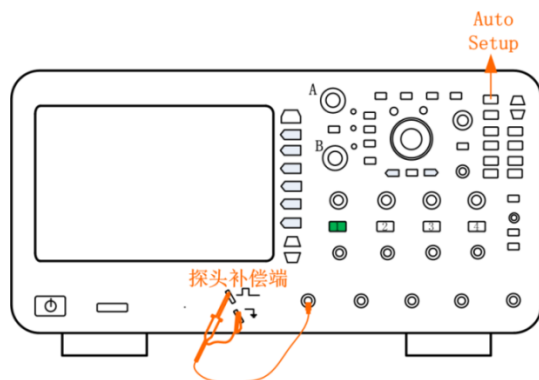

图 5.3 探头连接
(2) 恢复默认状态后，可接入信号，使用普通无源探头与面板上的“探头补偿端”进行连接，如下图 5.3 所示。
使用 ZP1050 型号的探头（由于公司探头会不断地更新升级，最终以实际标配的实物为准），示波器自动识别衰减档位 X10 档，比率为 10:1（无 X1 档），接入示波器中（将探头母头 BNC 端对准示波器通道 CH1 BNC 插头，按下向右旋转即可，同时将探头的探钩接到示波器探头补偿端接口，鳄鱼夹接地），具体如图 5.3 所示。
注：若探头接入的不是CH1 而是CH2、CH3 或CH4，则按下面板上的【1】软键，软键变灰则关闭通道1、按下【2】、【3】或【4】软键则打开相应通道则软键变亮，如图5.3 所示。